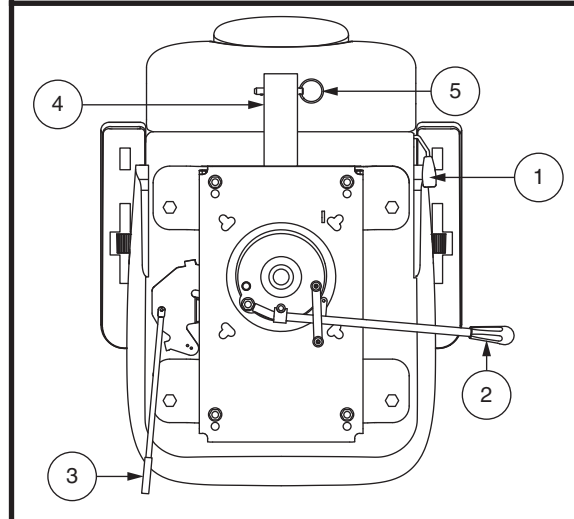

Figura 19. Regolazioni del sedile
Se il veicolo è dotato di uno schienale reclinabile, per regolare il sedile reclinabile del veicolo, osservare questi passaggi. **Vedere figura 19.**
1. Tirare verso l'esterno la leva di scorrimento del sedile. **Vedere figura 19.**
1. Tirare verso l'esterno la leva scorrimento sedile (situata sul lato inferiore sinistro del sedile). **Vedere figura 19.**
L'inclinazione del bracciolo dello veicolo è regolabile verso il basso o verso l'alto ruotando regolazione del bracciolo. **Vedere figura 19.** Ruotare la regolazione del bracciolo verso sinistra per abbassare l'angolazione del bracciolo o verso destra per aumentare l'angolo del bracciolo.
La staffa accessoria montata posteriormente consente di collegare un accessorio personale come un cestino, un porta-deambulatore o una bombola di ossigeno alla parte posteriore dello veicolo. Utilizzare il perno di fermo per fissare saldamente l'oggetto alla staffa accessoria. **Vedere figura 19.** Per dettagli rivolgersi al fornitore autorizzato.